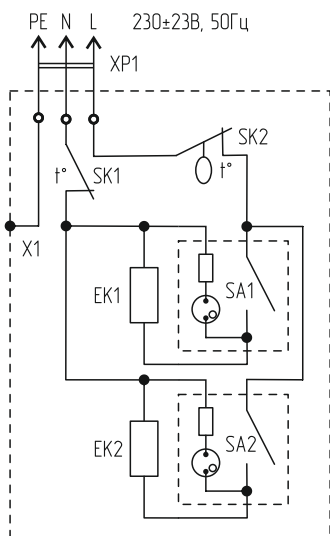

Рисунок 5.
5.2. Схема электрических соединений и узлов конвектора Standart 500M, Standart 1000M показана на рис. 5, поз. А. Нагревательный элемент имеет один нагреватель EK1, в цепь питания которого включен роковый переключатель с подсветкой SA1, термовыключатель защиты от перегрева SK1 и биметаллический термостат SK2.
5.3. Схема электрических соединений и узлов конвектора Standart 1500M, Standart 2000M, Standart 2500M показана на рис. 5, поз. Б. Нагревательный элемент имеет два независимых нагревателя EK1 и EK2, которые могут включаться независимо друг от друга, обеспечивая 100% или 50% номинальной мощности конвектора. В цепь питания нагревателей включены роковые переключатели с подсветкой SA1 и SA2, термовыключатель защиты от перегрева SK1 и биметаллический термостат SK2.